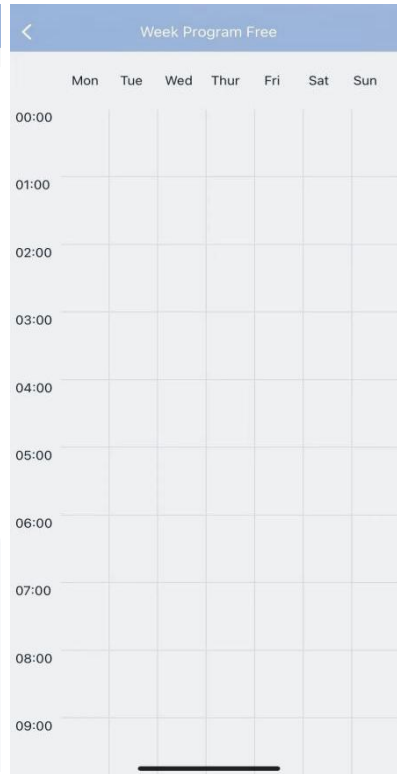

Abb. 10
5. Im Bereich „Wochentimer“ kannst du für jeden Tag der Woche eine individuelle Temperatur für den Zeitraum von 24 Stunden einstellen, wie in Abbildung 10 gezeigt.